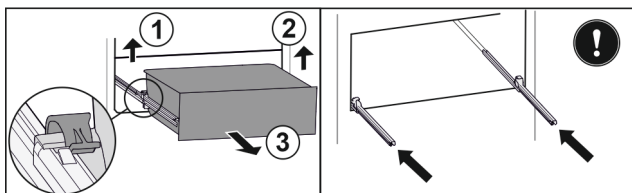

Fig. 69
- ▶ Zvedněte levou svorku a současně vytáhněte zásuvku vlevo dopředu. Fig. 69 (1)
- ▶ Zvedněte pravou svorku a současně vytáhněte zásuvku vpravo dopředu. Fig. 69 (2)
- ▶ Vyjměte zásuvku dopředu. Fig. 69 (3)